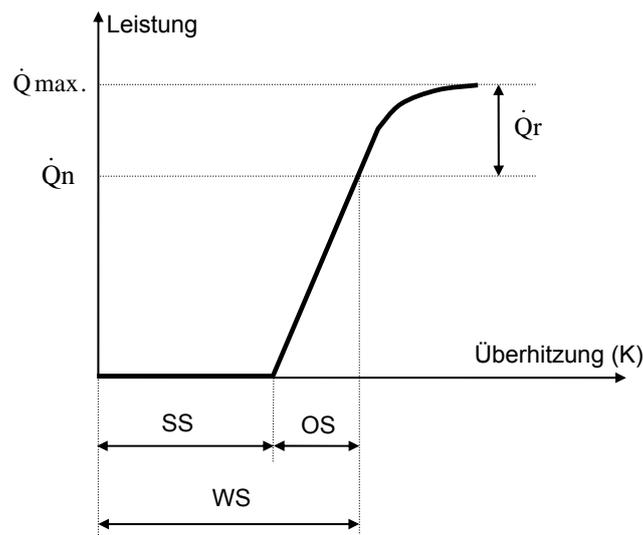

Fig. 2: Leistung als Funktion der Überhitzung
- Die Nennleistung  $Q_n$  ist definiert als die Leistung, die der Ventilhersteller bei Nennbedingungen (siehe Fig. 2) spezifiziert hat.